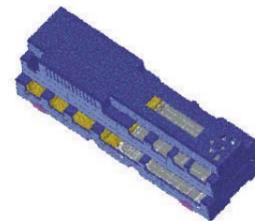

FIG 1a CAP-CALOTTA
- 1 "CALOTTA" che costituisce la protezione superiore del dispositivo elettronico (vedi fig.1a).